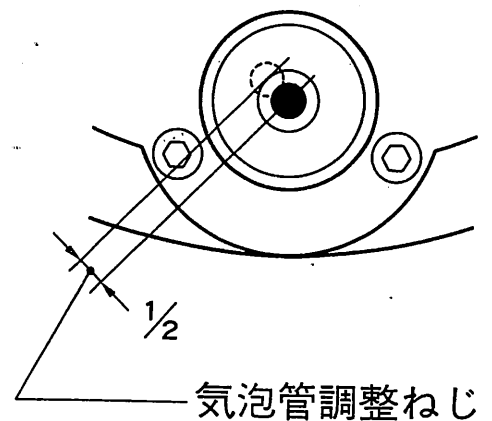

図6.3
- 4) あとの半分を六角棒スパナ⑮を使い、円形気泡管調整ねじ③を回して、○内に気泡を入れて下さい。(図6.3)